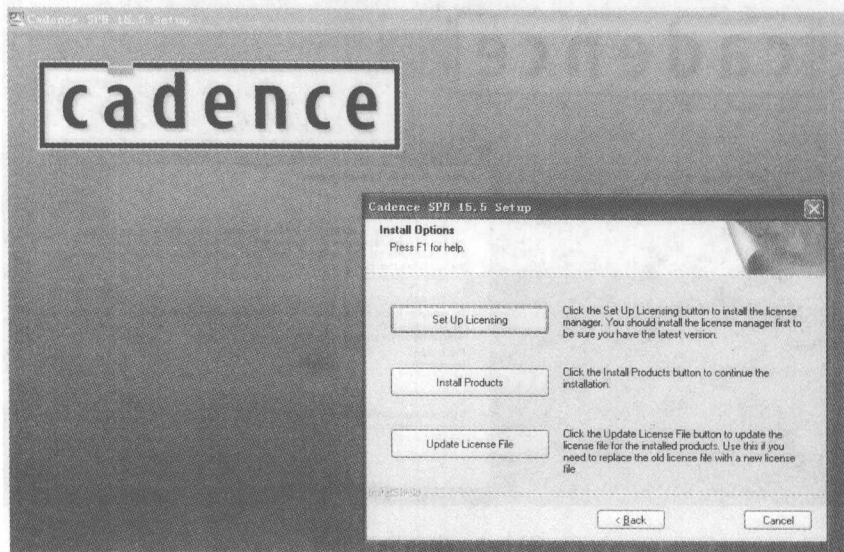

图 1-3 安装协议设置
4) 在如图 1-3 所示的对话框中, 单击 “Set Up Licensing” 按钮。